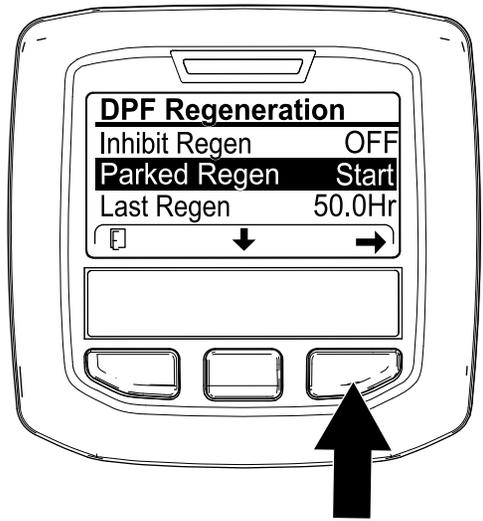

图26
1. 访问 DPF Regeneration（DPF 再生）菜单，按中间按钮向下滚动至 PARKED REGEN START（驻车再生启动）选项或 RECOVERY REGEN START（恢复再生启动）选项（图26），然后按右侧按钮以选择启动再生（图26）。